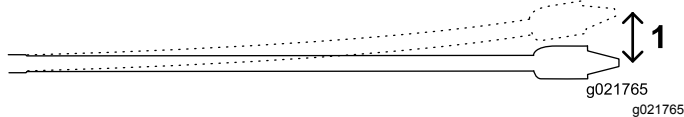

Bild 28
Die mit dieser Maschine verwendeten 3 m langen Rohre können sich über die Länge des Rohrs um bis zu 8 % biegen. Das entspricht einer Biegung von maximal 20 cm aus der Geraden (Bild 28).
- Senken Sie die ersten 3 m der Bohrkronen bzw. des Rohrs ohne Lenkung in den Boden. Das Ende der Bohrkronen befindet sich in einer Tiefe von 76 cm (**Bild 28**).